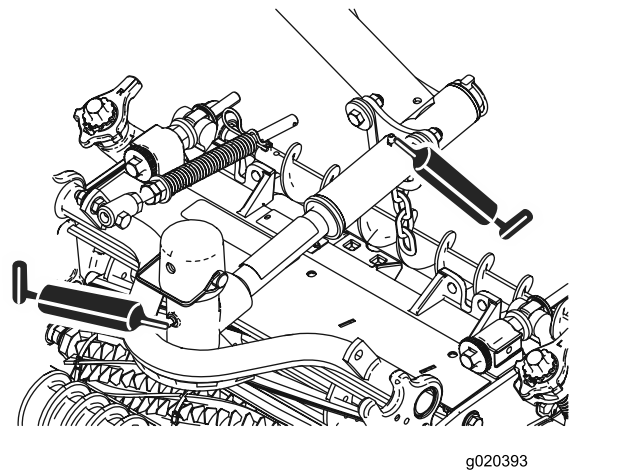

Figura 44
- Perna dell'apparato di taglio (2 cad.); fate riferimento alla Figura 44.